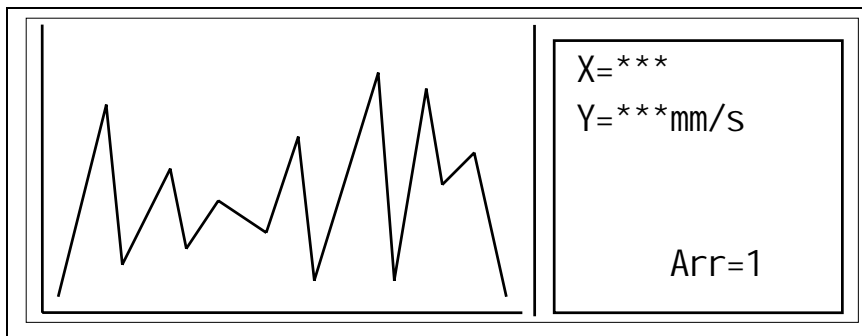

图 4-45
(3) 按回车键，屏幕显示本次采样的时域波形。图 4-45。
(1) 在信号分析菜单下，移动光标至<显示波形>，按|回车|键，屏幕显示已采样的波形。见图 4-45。如果要观察新波形，则应选择“采样”。
(2) 按|回车|键，屏幕返回信号分析菜单。
X、Y、Arr：意义和操作方法与图 4-45 相同；
其中，Arr：意义和用法与图 4-45 相同；